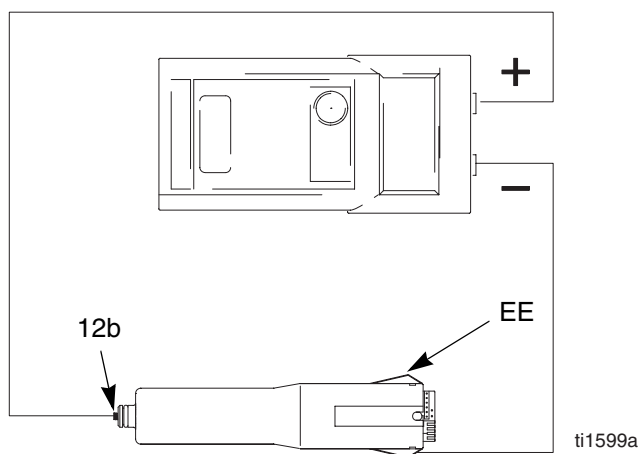

Abb. 16. Überprüfung des Spannungserzeuger-Widerstands
1. Den Hochspannungserzeuger (12) ausbauen, Seite 42.
2. Den Turbinengenerator (13) vom Hochspannungserzeuger abnehmen, Seite 43.
3. Den Widerstand von den Erdungsstreifen (EE) des Hochspannungserzeugers zur Feder (12b) messen. Siehe Abb. 16.